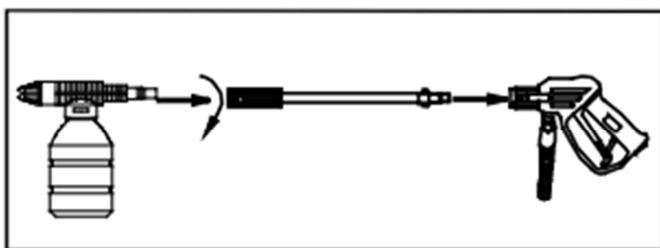

Figure 8 – Attachement de l'applicateur au pistolet
4. Attachez l'applicateur de détergent au pistolet. (Voir figure 8)